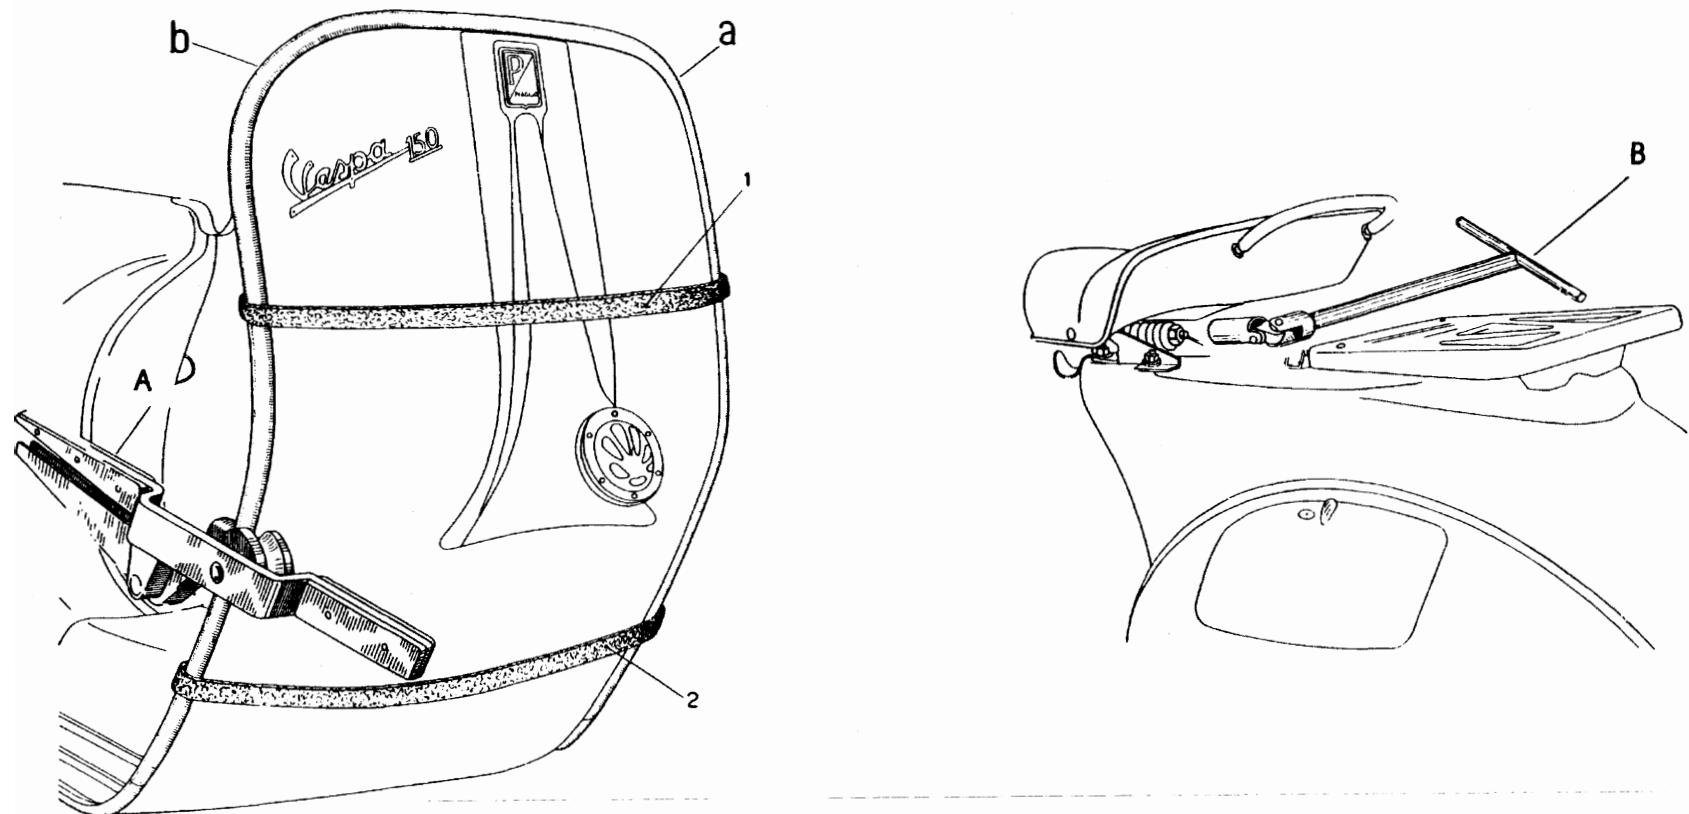

Fig. 75
- Block the beading in position using rubber bands or straps as indicated in fig. 75.
- Using T. 0023590 (tool « A » indicated in fig.) start rolling the beading from the points « a » to « b » (see fig.). Remove the strap (1) and then continue the rolling operation up to the strap (2).
- Remove the strap (2) and complete the rolling operation. If the beading should present wrinkles or it is not adhering perfectly to the windshield, adjust by first using the rubber mallet on the effected zones and then using the tool T. 0023590 roll over again where necessary.
- Apretar con fuerza el borde mediante pinzas o cintas como se ilustra en la fig. 75.
- Con el útil T. 0023590 (útil « A » de la figura) iniciar el curvado de la zona superior de la dirección, partiendo de « a » hasta « b » (ver figura). Quitar luego la ligadura (1). Proseguir el curvado de las dos partes hasta la cinta (2).
- Quitar la cinta (2) y completar el curvado.